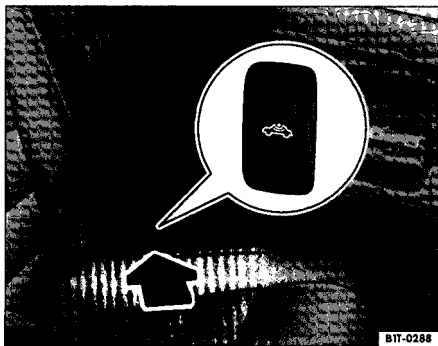

Fig. 27 Touche de désactivation de la protection volumétrique et de la protection anti-soulevement.
Vous ne pouvez désactiver la protection volumétrique et la protection anti-soulevement que si l'éclairage d'orientation intégré à la touche fig. 27 est allumé. L'éclairage d'orientation s'active lorsque vous avez retiré la clé du contact-démarrateur et que vous ouvrez une porte, par ex. la porte du conducteur.
- Appuyez sur la touche fig. 27 pour désactiver la protection volumétrique et la protection anti-soulevement. Un témoin jaune reste allumé dans la touche jusqu'à ce que le véhicule soit verrouillé.